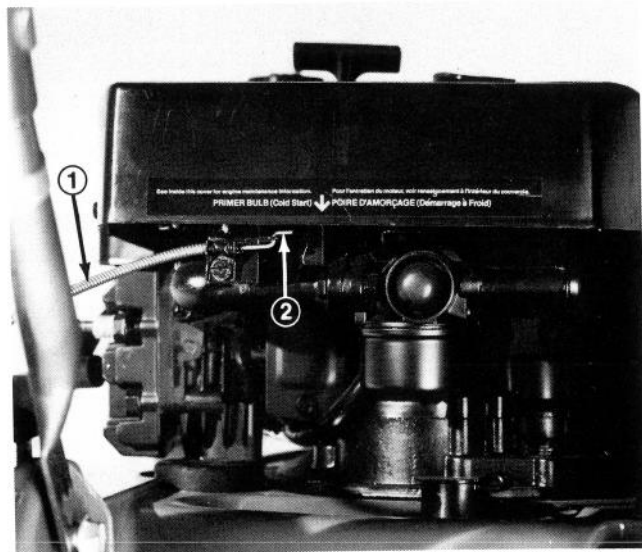

Figure 37
4. Desserrez la vis du serre-câble jusqu'à ce que le câble de commande des gaz puisse glisser librement (Fig. 37).
5. Déplacez le bras de commande du carburateur vers la gauche jusqu'à ce qu'il vienne en contact avec le support de connexion à la masse (Fig. 37). Tirez le câble de commande des gaz légèrement pour enlever tout le jeu et serrez la vis du serre-câble pour bloquer l'ajustement.